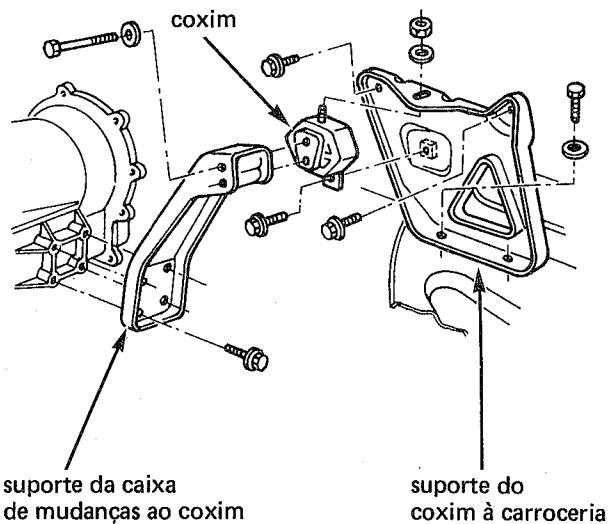

fig. 27
22. Remover os parafusos de fixação do suporte do coxim dianteiro da caixa de mudanças, ao coxim (fig. 27). Retirar os quatro parafusos de fixação do suporte à caixa de mudanças, removendo-o, a seguir